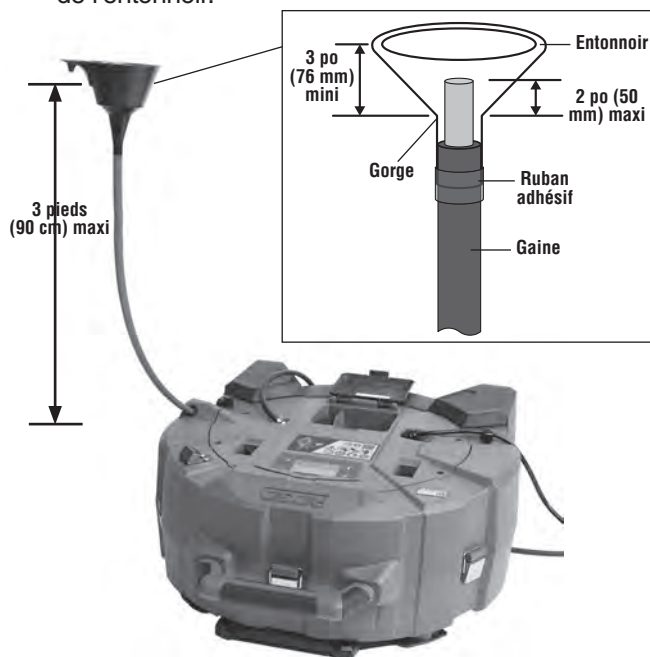

Figure 18 – Installation pour la lubrification du câble
La lubrification du câble se fait à l'aide d'un entonnoir en plastic d'au moins 3 po (76 mm) de haut entre sa gorge et son sommet (*Figure 18*).
6. Enflez le câble dans la gorge de l'entonnoir jusqu'à ce que sa gaine butte contre la gorge. Mesurez la longueur de câble entre la gorge et le sommet de l'entonnoir. Cette longueur ne doit pas dépasser 2 p (50 mm) (*Figure 18*) afin de réduire les risques de fouettement du câble et du lubrifiant. Si l'extrémité du câble monte trop loin dans l'entonnoir, coupez un morceau de gaine pour en faire un manchon, puis attachez-le en bout de la gaine du câble avec du ruban adhésif pour obtenir la distance requise entre le câble et le sommet de l'entonnoir.
8. Soutenez l'extrémité du câble au-dessus de la machine sur une hauteur maximale de 3 pieds (90 cm), dirigeant ainsi le câble directement vers le tambour. Une longueur excessive de câble à l'extérieur du tambour et son repos au sol rendra le processus de lubrification plus difficile et plus long (*Figure 18*). Assurez-vous de la stabilité de l'installation et que rien ne bougera lorsque la machine est lancée. Ne pas pincer ou coincer la gaine de câble.
11. Mettez l'interrupteur Marche(I)/Arrêt(O) en position Marche(I) et le commutateur FOR/OFF/REV en position FOR (marche avant). Réglez le régime de rotation du câble au plus bas.